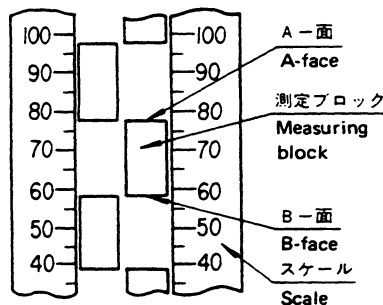

Fig. 8
- たとえばFig.8の測定ブロック上面を使用した場合は70mm、下面を使用した場合は50mmと読取して下さい。
Reading is made in the unit of 10 mm on the reference scale. In Fig. 8, A-face in between 70 mm and 80 mm graduation is read as 70 mm in height and B-face as 50 mm.
④①～③の読取り値を合計した値が測定ブロックの高さになります。
- Fig. 8 - Fig. 10で測定ブロック上面を使った場合は、次のようになります。